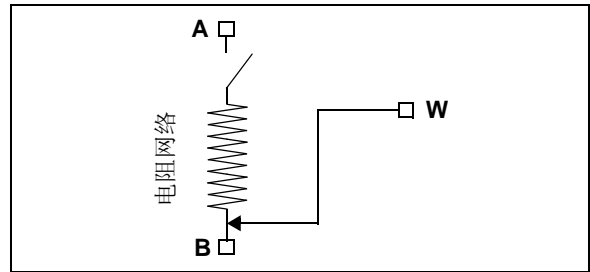

图 5-2: 电阻网络关断状态 (**RxHW=0**)
- P0W、P1W、P2W 和 P3W 接线端同时分别连接到 P0B、P1B、P2B 和 P3B 接线端 (见 图 5-2)